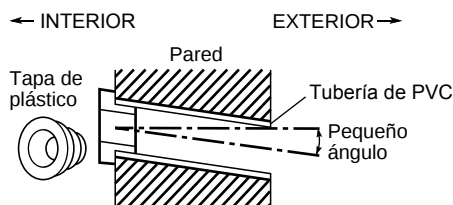

Fig. 3-18
- (6) Coloque la cubierta de plástico sobre el extremo del tubo (sólo por el lado interior) e insértelo en la pared. (Fig. 3-18)